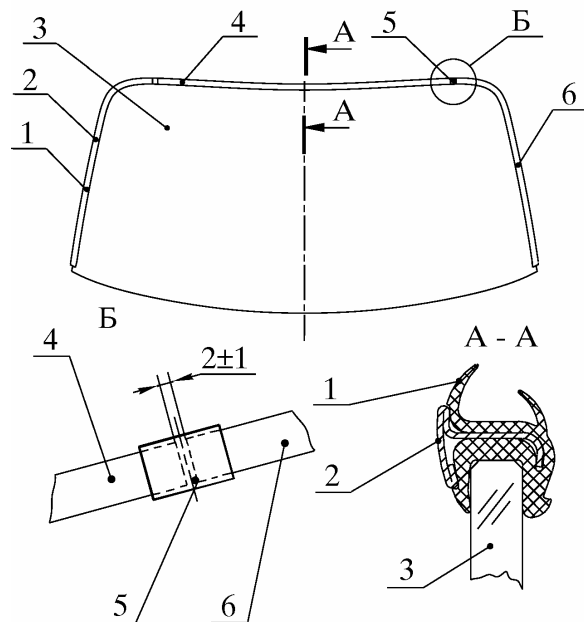

Рис. 18. Установка уплотнителя и окантовок стекла задка:
7.2. Установить уплотнитель 1 (рис.18), окантовки верхнюю 4, боковую правую 2 и левую 6 по п. 6.4.